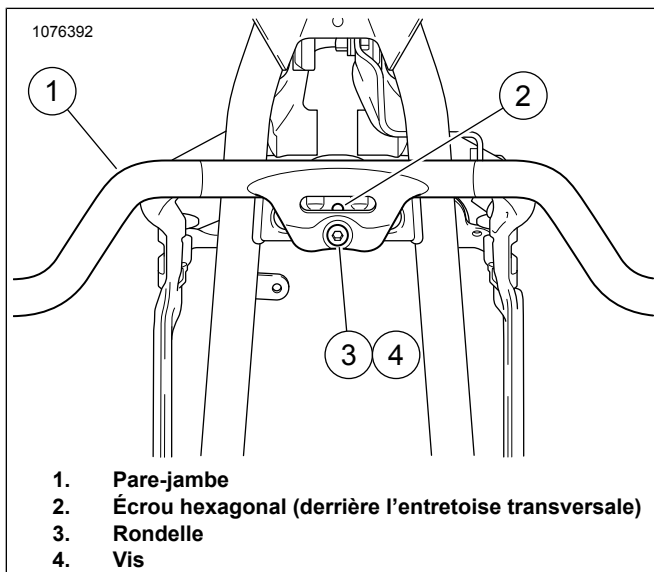

Figure 4. Bride de montage du protecteur de moteur (centre supérieur)
4. Voir la Figure 4. Maintenez le protège-moteur (1) en place, en alignant le trou de la bride de montage centrale supérieure du protège-moteur avec le trou de la traverse située entre les tubes inférieurs avant, juste en dessous de la tête de direction.
5. Installez une rondelle plate (3) sur les filetages de la vis et insérez la vis (4) dans les trous par l'avant.
- a. Vissez l'écrou hexagonal (2) sur la vis. Serrer à la main.